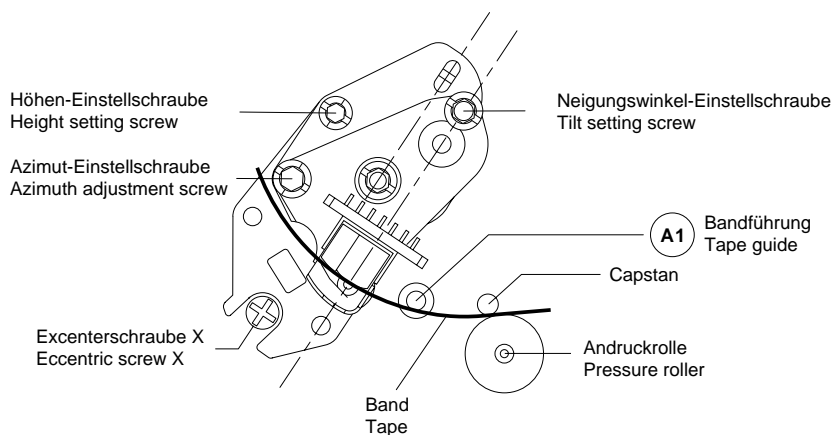

Fig. 19
- Mit der Schraube für den Neigungswinkel (Fig.19) die Bandunterkante gut auf die Bandführung "A1" aufsetzen (das Band darf nicht an der Unterkante eingerollt sein).
- By means of the tilt angle adjusting screw (Fig. 19) move the tape until the lower edge just touches the tape guide "A1" (the lower edge of the tape must not bend).
- Mit der Höheneinstellschraube maximale Ausgangsspannung einstellen (Fig. 19).
- Mit der Azimuteinstellschraube auf maximale Ausgangsspannung einstellen (Fig. 19).
- Mit der Excenterschraube (Fig. 19) das Trackingsignal "TRIV"-Signal auf Maximum stellen (DC-gekoppelt).
- Adjust for maximum output voltage with the height adjustment screw (Fig. 19).
- Adjust to maximum output voltage with the azimuth adjustment screw (Fig. 19).
- With the eccentric screw (Fig.19) adjust the "TRIV" signal to maximum voltage (DC-coupling).